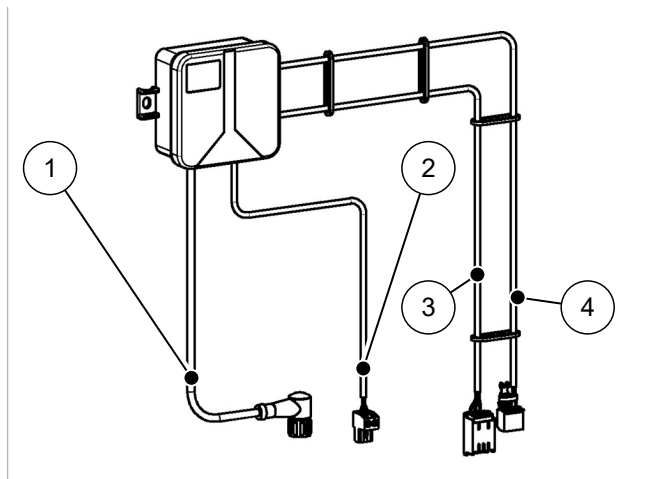

Fig. 7: Scatola di collegamento VSG
1. Prolungare e collegare il cavo 1 (3), cfr. → fig. 7) alla pompa calore.
2. Prolungare e collegare il cavo 2 (4), cfr. → fig. 7) alla scatola di distribuzione Modbus.